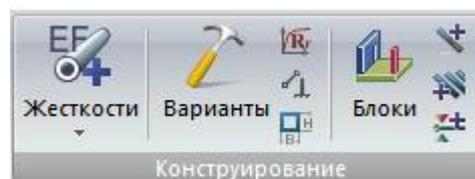

Рис. 133. Панель **Конструирование**
- **Конструирование** (рис.133) – операции, связанные с редактированием жесткостей и материалов, работа с вариантами проектирования, создание конструктивных блоков, конструктивных элементов, унифицированных групп и раскрепления для прогибов.
Панель **Конструирование** (рис.133) содержит следующие команды: